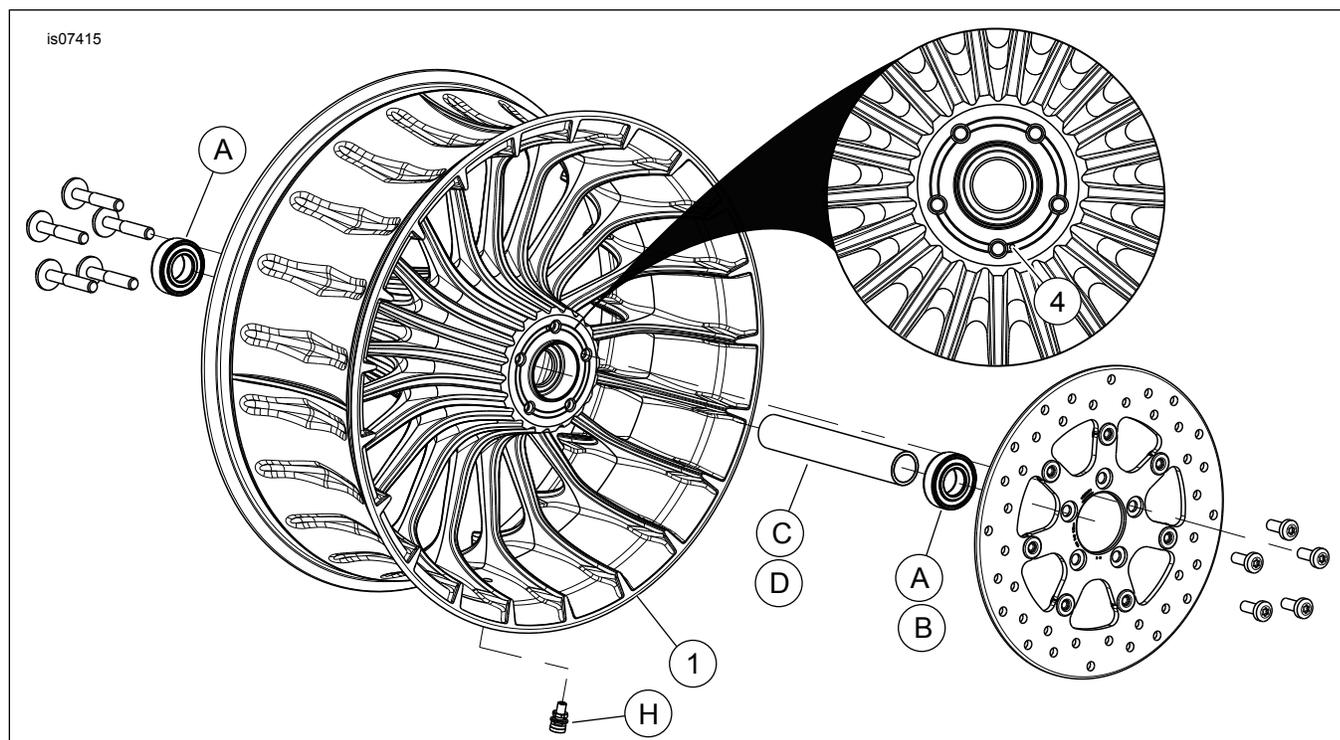

Figura 1. Piezas de servicio: Rueda de turbina trasera
Estos kits incluyen solo rueda personalizada. Consulte Figura 1 y Tabla 2.
2. Vea Figura 1 . Instale el conjunto del vástago de la válvula (H) en la rueda. Vea el manual de servicio.